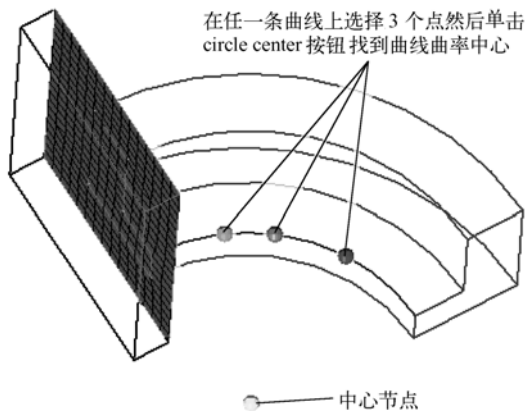

图 5-32 创建中心节点
- (1) 按 `<F4>` 键，进入 `distance` (距离) 面板。
- (2) 进入 `three nodes`。
- (3) 在 `N1` 激活的状态下，在如图 5-32 所示的曲线上创建节点。
- (4) 按住鼠标左键，在屏幕视图区域 (`Graphic Area`) 拖动鼠标，当光标靠近目标曲线时，光标将变成 ，然后该曲线高亮显示，此时释放鼠标。可以注意到此时目标曲线处于被激活状态。
- (5) 在曲线上单击 3 次，选择 3 个点。
- (6) 单击 `circle center` 按钮，在曲线曲率中心处创建一个节点。